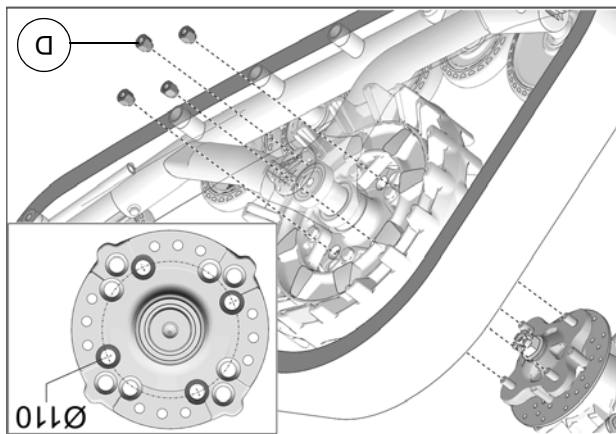

Fig. 10
9. Fixer le système de traction au moyen de roue arrière. Utiliser le cercle de perçage de $\varnothing 110$ mm et les écrous de roue M10 (D) fournis. Voir la Fig. 10